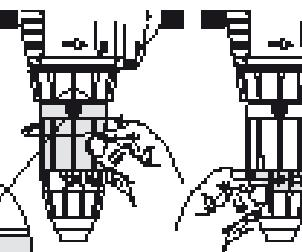

Abb. 10
- Die Einstellmutter los- oder festschrauben, bis die 2 Spitzen der Kerbe sich unmittelbar unter dem gewünschten Dosierwert befinden (Abb. 10).